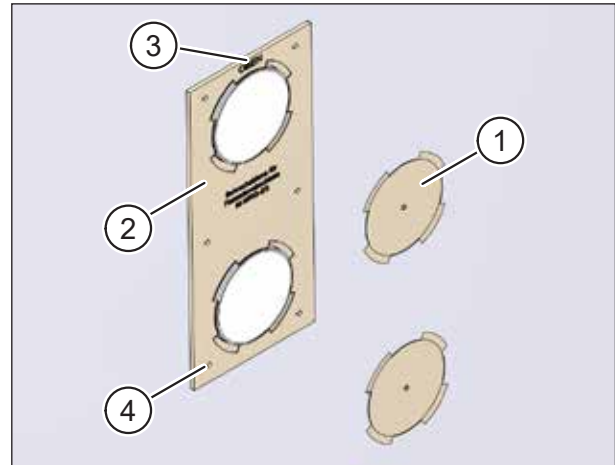

Abb. 16: Bohrungen anbringen
- ▶ Drücken Sie die vorgestanzen Ausschnitte (Pos. 1 in Abb. 16) für die Lüftungsrohre aus der Bohrschablone (Pos. 2 in Abb. 16).
- ▶ Setzen Sie die Bohrschablone (Pos. 2 in Abb. 16) lagerichtig auf die Lüftungsrohre und bündig zur Fassade auf.
- Beachten Sie den Aufdruck „OBEN“ (Pos. 3 in Abb. 16) auf der Bohrschablone.
- ▶ Bohren Sie mit dem 6 mm Steinbohrer sechs Löcher mit ca. 40 mm Tiefe an den in der Bohrschablone gekennzeichneten Stellen (Pos. 4 in Abb. 16) in die Außenwand.